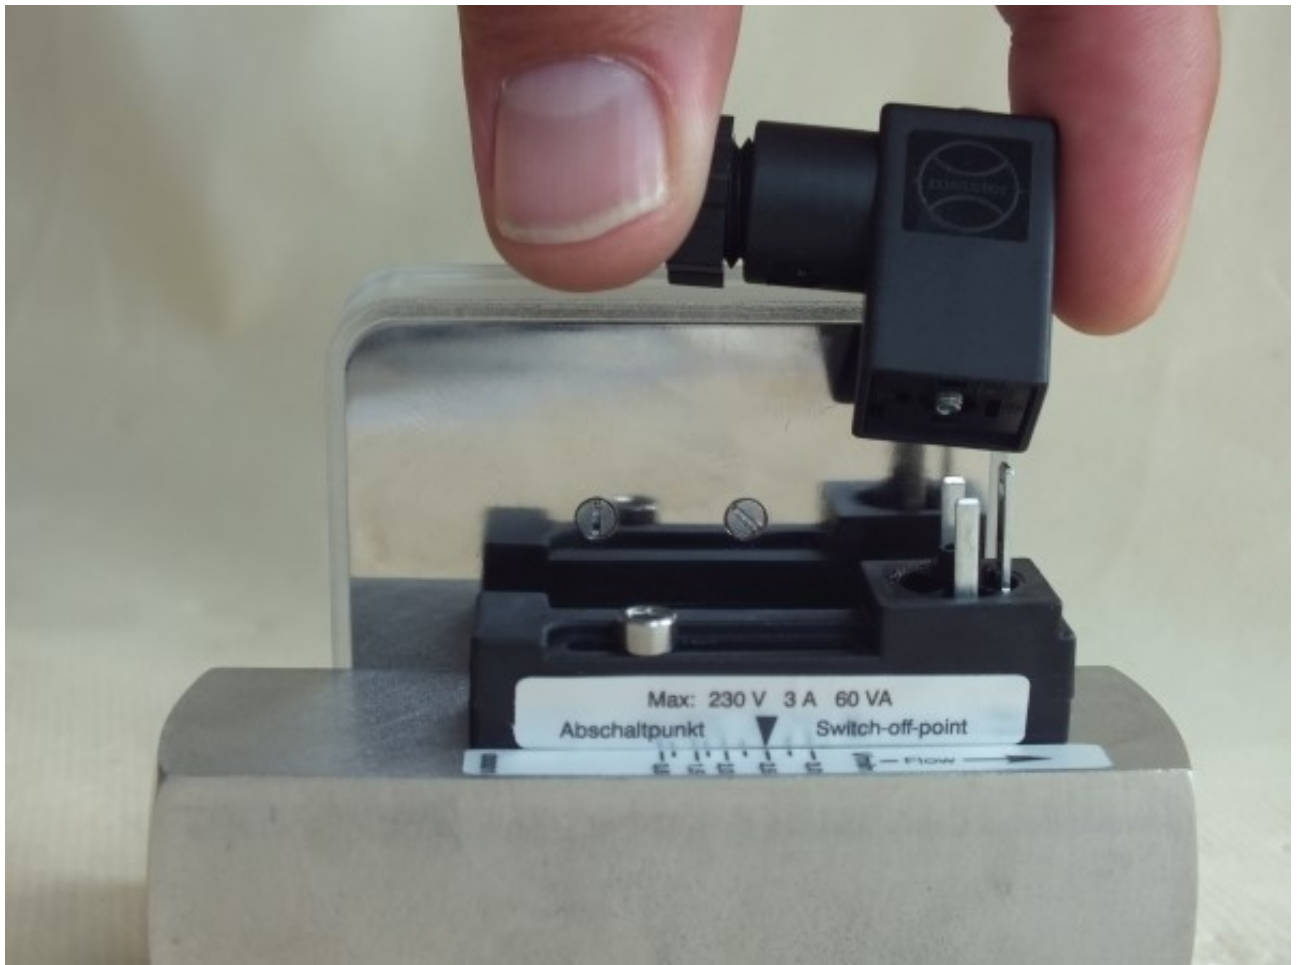

Abb. 67: Steckerdose abziehen
2. ➔ Ziehen Sie die Steckerdose mit der dazugehörigen Dichtung (Abb. 67) nach oben ab